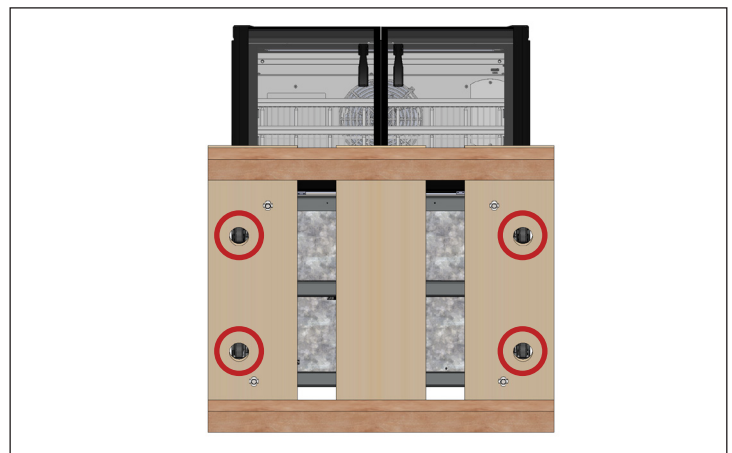

Fig. 2. Esempio di posizioni dei bulloni utilizzati per la spedizione.
5. Rimuovere tutti i bulloni di spedizione che fissano il pallet di legno alla parte inferiore dell'apparecchio. Vedere fig. 2.